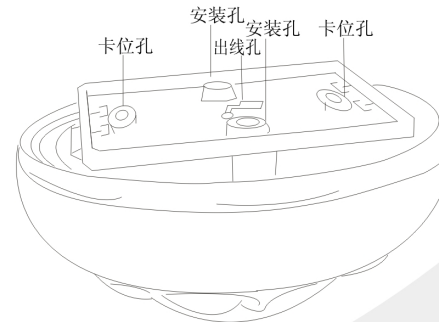

图 3 探测器支架
- 选择适当的安装地点；用螺钉固定好固定座；将接好电源及输出接线的探测器镶嵌到固定座上（如图3）。